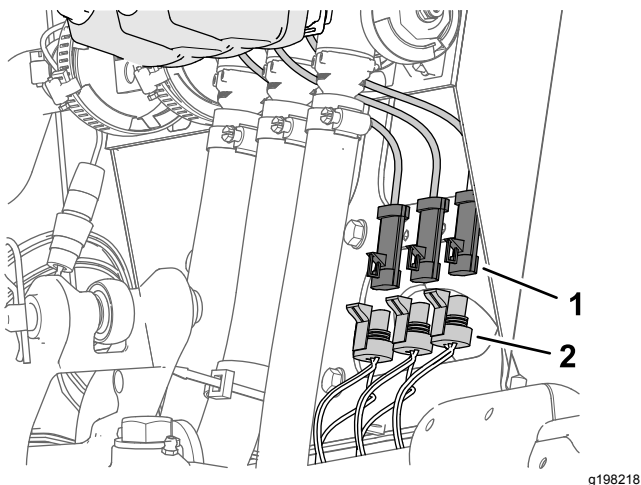

Рисунок 29
1. Отсоедините 3-гнездовые разъемы с маркировками LEFT SPRAY VALVE (КЛАПАН ЛЕВОЙ СЕКЦИИ ОПРЫСКИВАТЕЛЯ), CENTER SPRAY VALVE (КЛАПАН СРЕДНЕЙ СЕКЦИИ ОПРЫСКИВАТЕЛЯ) и RIGHT SPRAY VALVE (КЛАПАН ПРАВОЙ СЕКЦИИ ОПРЫСКИВАТЕЛЯ) жгута проводов машины от 3-штыревых разъемов на 3 приводах клапанов опрыскивателя (Рисунок 29).